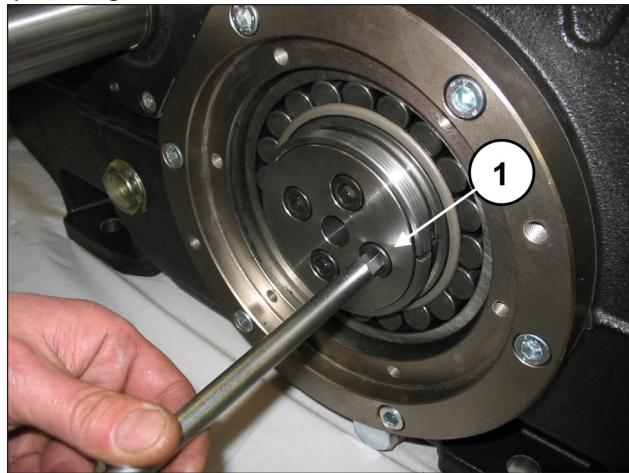

Fig. 13
Solte e extraia os parafusos de fixação da flange de bloqueio da bússola, de ambos os lados (pos. ①, Fig. 13).